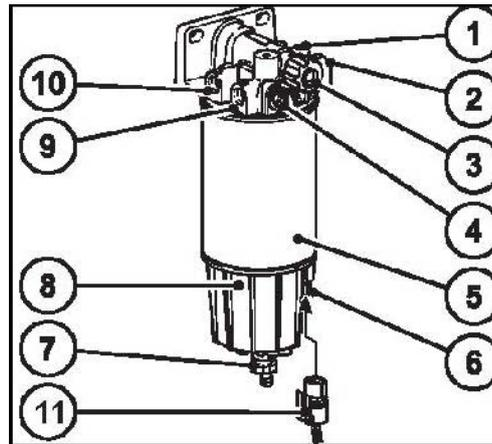

Fig. 162
2. Ziehen Sie den Ölmesstab (Fig. 162/1) heraus und reinigen Sie diesen mit einem sauberen Tuch.
4. Wenn nötig, muss der Ölstand mit dem vorgeschriebenen Öl in der Einfüllöffnung (Fig. 162/2,3) nachgefüllt werden.
5. Ölablassschraube (Fig. 162/4) herausdrehen.